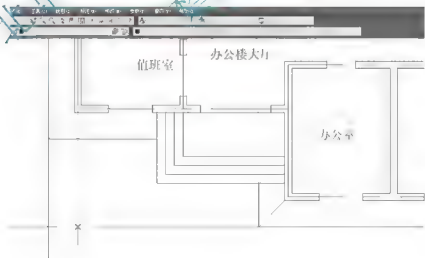

图 3.37 在辅助线上确定第一条尺寸界线的起点
(3) 用【窗口放大】命令将视图调整至如图 3.37 所示状态。并将【标注】样式置为当前标注样式。
(1) 选择菜单栏中的【标注】|【线性】命令, 启动【线性】标注命令。
① 在指定第一条尺寸界线原点或 <选择对象>: 提示下, 捕捉 B 轴线和 1 轴线的交点, 但不单击, 将光标垂直向下慢慢拖动至拉长的散水线上, 出现交点捕捉后(如图 3.37 所示)单击, 将该点作为线性标注的第一条尺寸界线的起点。